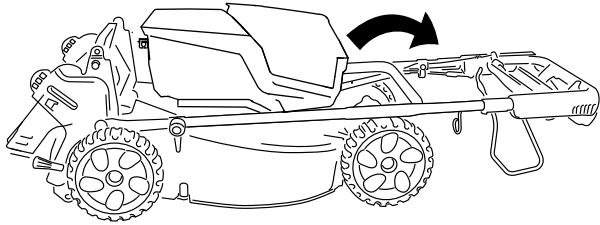

Рисунок 22
- Поверните верхнюю часть рукоятки обратно к двигателю; см. Рисунок 22.